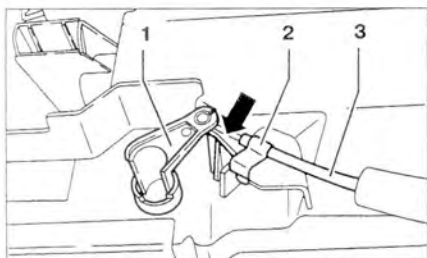

Рис. 9.70. Удерживайте рычаг 1 (стрелка) и присоедините трос 1 с фиксатором 2.
10. Удерживайте рычаг 1 (стрелка) и присоедините трос 1 с фиксатором 2 (рис. 9.70).